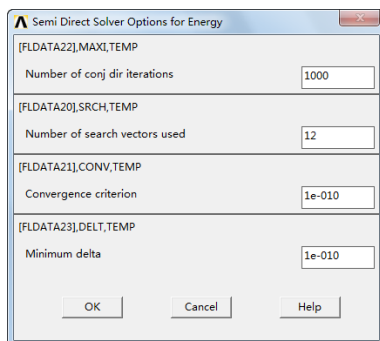

图 10-98 Semi Direct Solver Options for Energy 对话框
④单击“OK”按钮会弹出“Semi Direct Solver Options for Energy”对话框，如图 10-98 所示，在“Convergence criterion”输入框输入 $1e-10$ ，其余采用默认设置，单击“OK”按钮关闭该对话框。